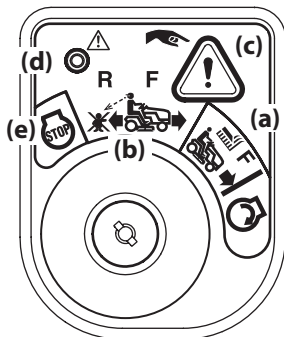

Figura 3-1
2. Gire la llave de la posición CORTE NORMAL a la posición MODO DE PRECAUCIÓN EN MARCHA ATRÁS (b) del módulo de encendido. Vea la Figura 3-1.
3. Oprima el BOTÓN DE MARCHA ATRÁS (c) en el ángulo superior derecho del módulo de encendido. La luz indicadora roja (d) que está en el ángulo superior izquierdo del módulo de encendido se mantendrá ENCENDIDA mientras esté activada. Vea la Figura 3-1.